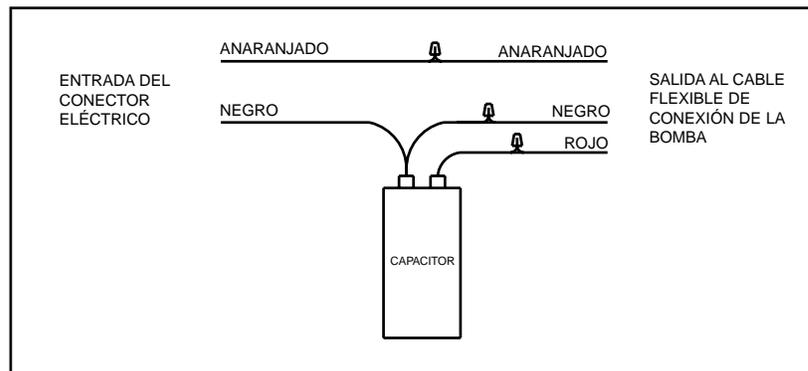

Figura 4.5 Esquema de alambrado
- 4: Asegúrese que todas las superficies de ensamble se encuentren limpias. Coloque cuidadosamente en posición el elemento funcional nuevo (vea la figura 4.5). Instale el pequeño aro-sello en la escotadura del obturador. Coloque en posición y cuidadosamente ajuste el nuevo elemento funcional. Reemplace los dos pernos de 3/8" y aplique movimiento de torsión de 20 a 35 ft-lb (de 27 a 50 N•m).